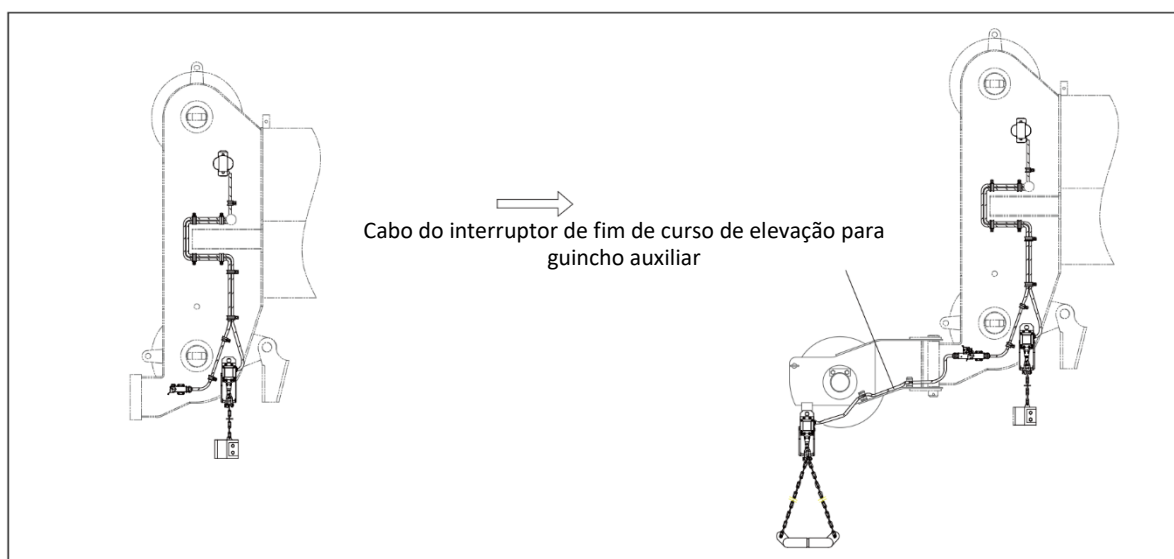

Figura 5-20 Conexão de cabo com roldana de cabeça
- Conecte o plugue de cabo na cabeça da lança principal. Consulte a figura 5-20.